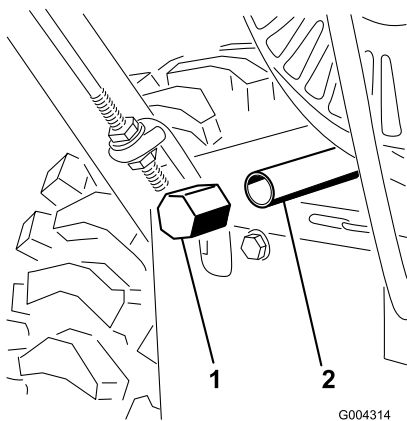

Рисунок 26
3. Очистите поверхность вокруг пробки для слива масла (Рисунок 26).
4. Установите поддон для масла под трубопроводом слива и выверните пробку для слива масла (Рисунок 26).